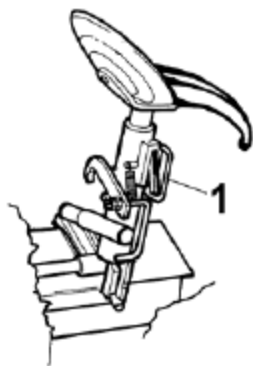

Рис.13
**8.** Для поворота инструмента монтажа отпустите рычаг (поз.1 Рис.13).